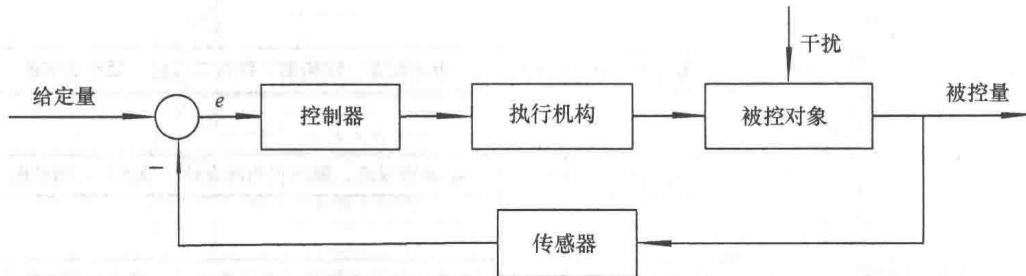

图 1-1 反馈控制原理图
反馈控制是通过测量被控量与给定值的偏差，利用偏差起控制作用。信号形成闭合回路，因此又称闭环控制，如图 1-1 所示。
由图 1-1 可知，闭环系统组成部分(被控对象之外)：①检测元件；②给定元件；③比较元件；④放大元件(包含在控制器中)；⑤执行元件；⑥校正元件(图 1-1 在控制器中实现)。如果系统已经达到性能指标，则不需要校正元件。